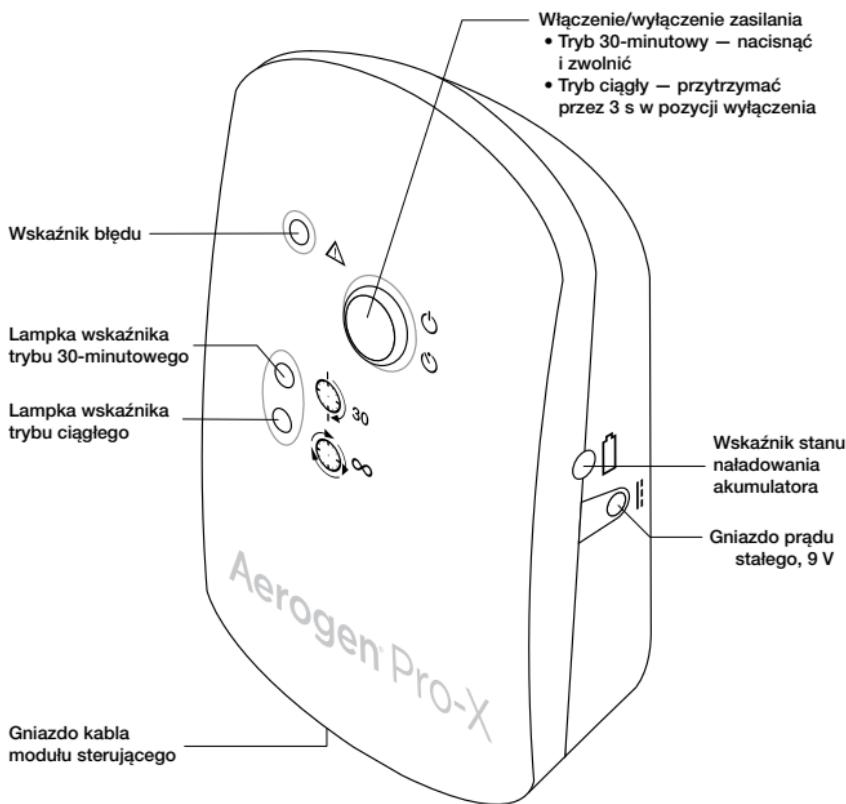

Rysunek 3. Sposoby montażu modułu sterującego Aerogen Pro-X i uniwersalnego uchwytu mocującego
- Uniwersalny uchwyt mocujący służy do przymocowania modułu sterującego do standardowego stojaka na kroplówki lub poręczy łóżka, w pozycji pionowej lub poziomej (Rysunek 3).
- Jeśli dostępne jest standardowe mocowanie urządzenia, do zamocowania modułu sterującego użyć nasadki do mocowania urządzenia (Rysunek 3).